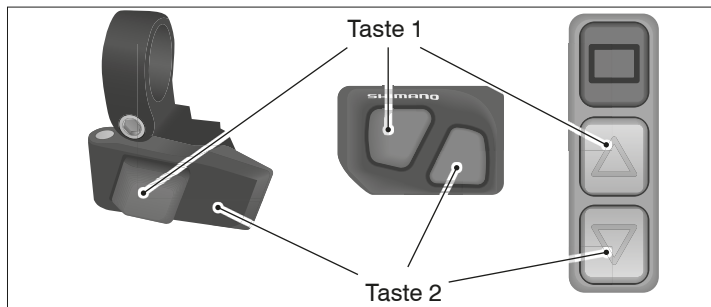

Abb.: N-2 Mögliche Bedieneinheiten (Alfine Di2).
3. Vergleichen Sie, mit welcher Bedieneinheit Ihre „Alfine Di2“-Gangschaltung ausgestattet ist (siehe Abb.: N-2).